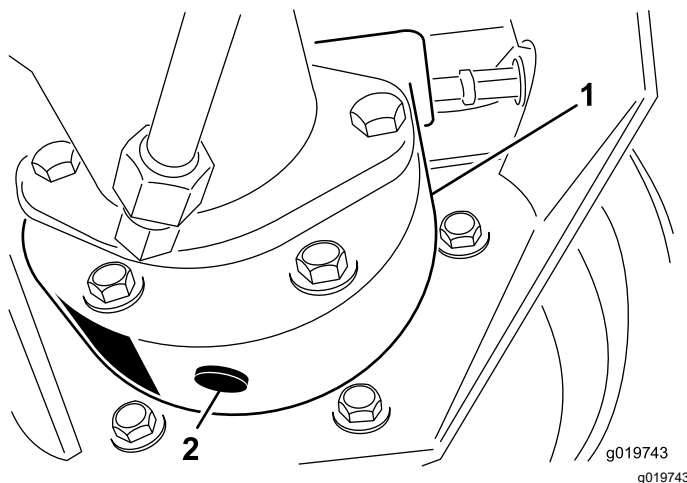

図 55
3. ブレーキハウジングの下に容器を置き、プラグを外してオイルを抜く 図 55。